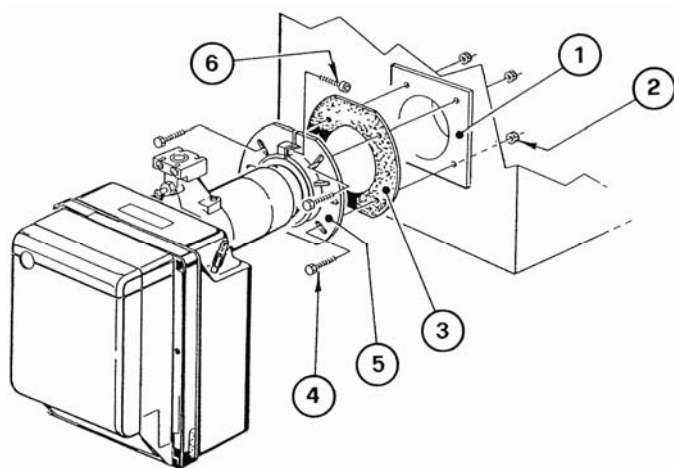

Рис. 3
- Установите фланец (5) с **изоляционной прокладкой** (3) на дверцу котла (1) с помощью четырех болтов (4) (и при необходимости гаек (2), но не затягивайте один из верхних болтов (4) (см. рис.3).
- Вставьте во фланец (5) головку горелки, затяните фланец болтом (6), затем затяните верхний болт (4).